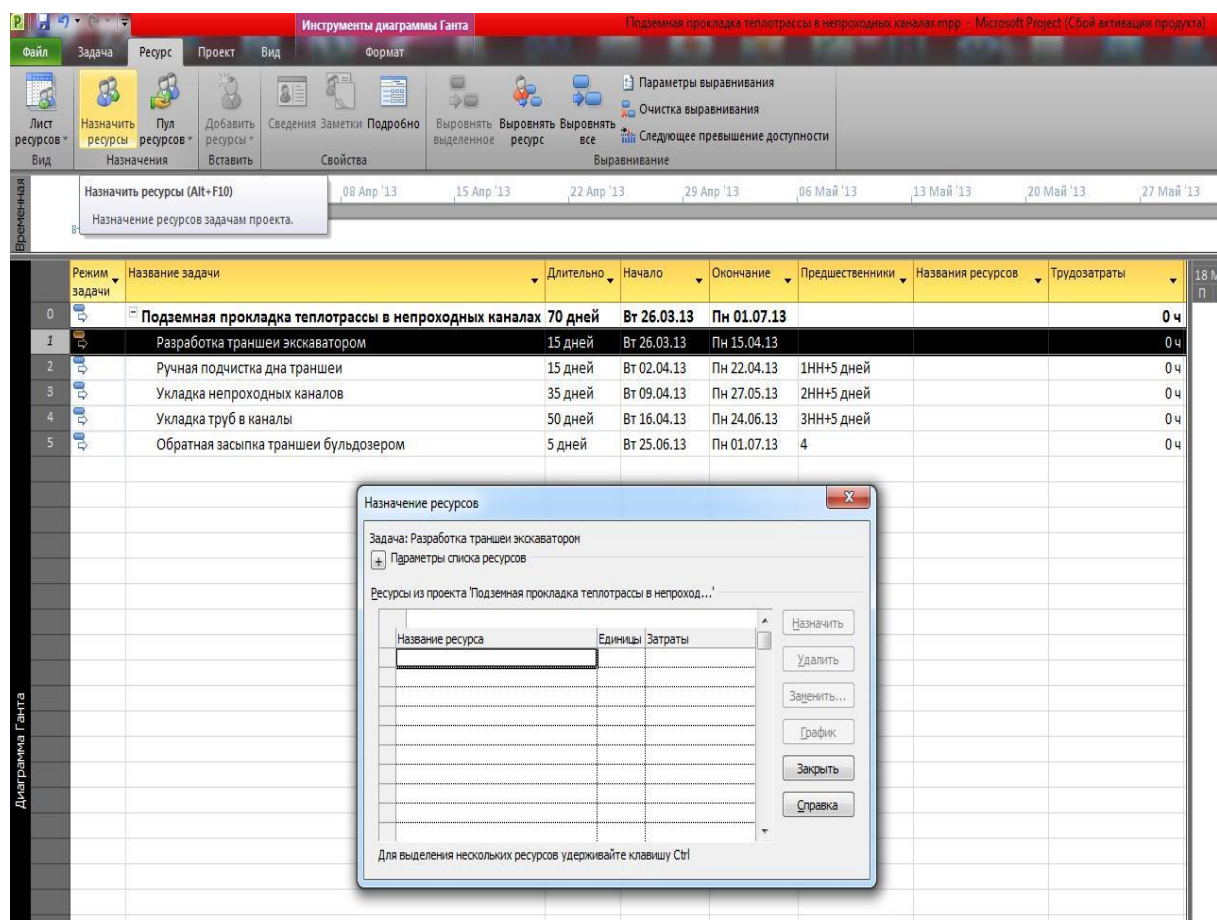

Рис. 17 Открытие окна «Назначение ресурсов» через панель инструментов
2) Выбираем первую задачу («Разработка траншеи экскаватором» для ППТ или «Разработка котлованов экскаватором для НПТ»), щелкаем по ней левой кнопкой мыши и на панели инструментов переходим во вкладку «Ресурс», раздел «Назначения». Нажимаем на пиктограмму «Назначить ресурсы», появляется окно «Назначение ресурсов» (рис. 17);